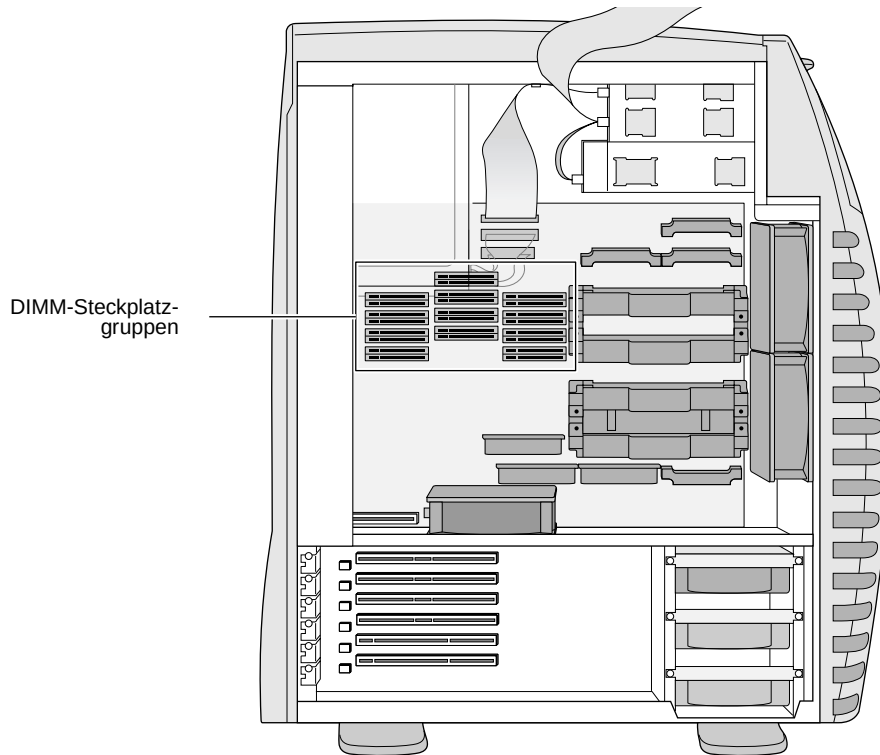

Abbildung 3-3 Lage der DIMM-Steckplatzgruppen
7. Die Steckplatzgruppen für DIMM-Module befinden sich in der Mitte der Systemplatine, wie in Abbildung 3-3 ersichtlich.